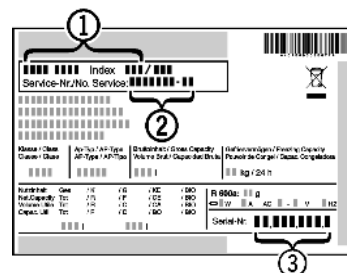

Fig. 16
- ▶ Contact opnemen met de Technische Dienst en het probleem, apparaataanduiding Fig. 16 (1), service-nr. Fig. 16 (2) en serie-nr. Fig. 16 (3) mededelen.